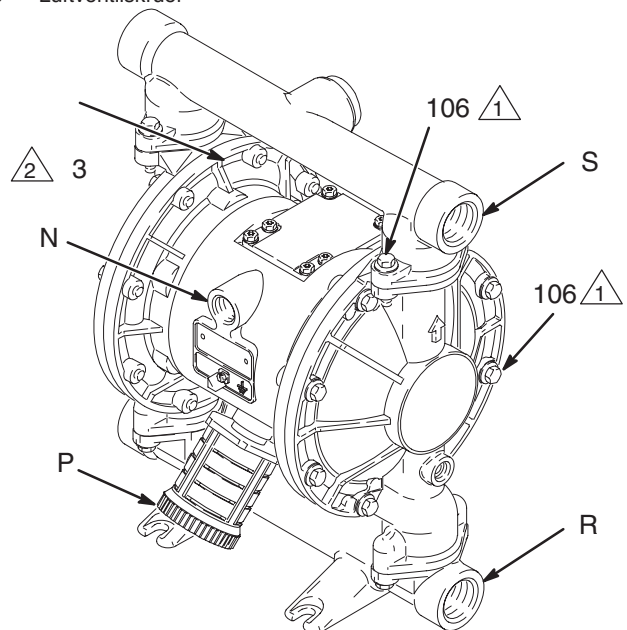

Fig. 5
- a. Monter en luftregulator (C) og -måler til at styre væsketrykket. Væskeafgangstrykket vil være det samme som indstillingen på luftregulatoren.
- b. Anbring en hovedudluftningsventil (B) nær pumpen, og anvend den til at fjerne luftlommer. Se den **ADVARSEL**, der er vist ovenfor. Anbring den anden hovedudluftningsventil (E) på tryksiden af alt luftledningstilbehør, og anvend den til at isolere disse under rengøring og reparation.
- c. Luftledningsfilteret (F) anvendes til at fjerne øde-læggende snavs og fugt fra den tilførte trykluft.
2. Anbring en jordnet, fleksibel luftslange (A) mellem tilbehøret og 1/2" npt-gevindet (hun) på pumpeluftindtaget (N). Se Fig. 5. Anvend en luftslange med en indvendig diameter på mindst 9,5 mm (3/8"). En luftledningslynkobling (D) skrues på enden af luftslangen (A), og den modsvarende del skrues godt fast på pumpens luftindtag. Slut ikke lynkoblingen (D) til den modsvarende del, før du er klar til at betjene pumpen.
1. Anvend jordforbundne væskeslanger. Pumpens væskeindtag (R) er 1" npt-gevind (hun). Se Fig. 5. Tilspænd pumpens væskeindtagsfitting sikkert.
1. Anvend jordforbundne væskeslanger (L). Pumpens væskeafgang (S) er 1" npt-gevind (hun). Se Fig. 5. Tilspænd pumpens væskeafgangsfitting sikkert.
På aluminiumspumper har væskeindtags- og afgangsmanifolderne gevindstudser i begge ender. Pumpen leveres med en blændprop på den ene ende af hver manifold og den modsatte ende åben. Se Fig. 5. Fjern blændproppen fra den ene ende af manifolden og monter den i den modsatte ende, hvis indtags- og/eller afgangsstudsens retning skal ændres.